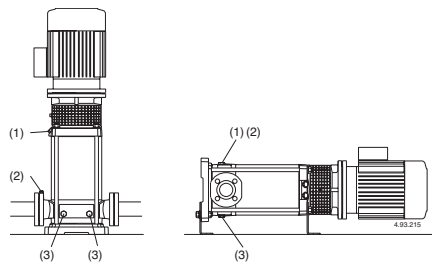

Рис. 4 (1) Наполнение и отдушина (2) Отдушина на всасывании (3) Слив
При положении насоса выше уровня перекачиваемой жидкости (работа в режиме всасывания, рис. 3А) или при недостаточной высоте напора (менее 1 м) для открытия обратного клапана наполните всасывающую трубу и насос через соответствующее отверстие (1) (рис. 4). Для удобства можно использовать шланг (или колено) и воронку.
Во время наполнения винт со штифтом (14.17) в сливной пробке (14.12) должен быть откручен, чтобы имелось соединение между камерой подающей части и камерой всасывающей части (рис. 4а).
Рис. 4а Наполнение: внутренний проход открыт
Рис. 4б При работе: внутренний проход открыт
При работе под гидравлическим напором (рис. 3В) наполняйте насос, медленно открывая задвижку на всасывающей трубе до полного раскрытия; при этом, задвижка в подающей трубе и отдушины (1) и (2) должны быть полностью открыты (рис. 4), чтобы выпустить воздух.
Закрыть отдушины (1) и (2) (рис. 4).
Для MXV-B, MXV(L) 25-32-40 е MXV(L)4 25-32-40 Затяните игольчатый винт (14.17) в сливной заглушке (14.12) (рис. 4б) и закройте отверстие для выпуска воздуха (14.04).
Если заливка прерывается (непостоянный поток на подаче при открытых задвижках) или если давление на манометре колеблется, проведите повторный выпуск воздуха на всасывании (2), проверьте герметичность всех соединений всасывающей трубы и крепко затянуть выпускную заглушку (2) и сливные заглушки (3) со стороны всасывания (рис. 4).
По возможности, как в случае временной работы с грязными жидкостями, прокачайте через насос немного чистой воды для удаления осадков. Либо, после слива воды, промойте насос, залив не менее 40 л чистой воды в заливное отверстие (1) со стороны подачи и дав ей выйти через сливное отверстие (3) со стороны всасывания (рис. 4).
Перед разборкой насоса закройте задвижки на всасывании и подаче и слейте жидкость из корпуса насоса (рис. 4).
4. отсоединить провод от зажимной коробки, открутить винты (70.18) с гайками (70.19) и извлечь двигатель из соединения (64.22) – рис. 4 а;
5. снять винты (61.07) и снять втулку (32.00) с подшипником (66.00) и соединением (64.22) с верхней крышки (34.02) и вала (64.00) – рис. 4б;